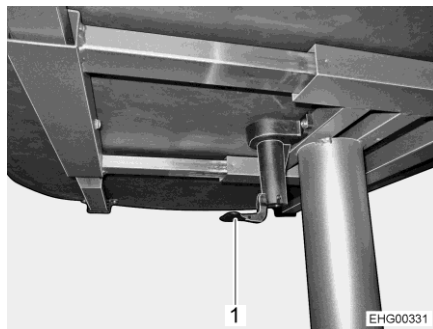

Fig. 58 Table à hauteur réglable
- Rabattre le levier du verrouillage central de la table (Fig. 58,1) vers le bas.